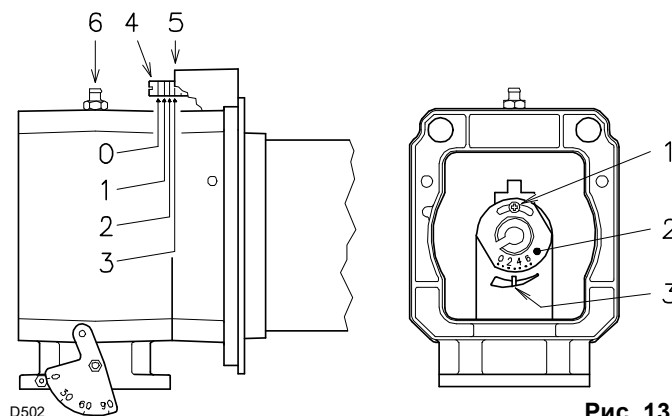
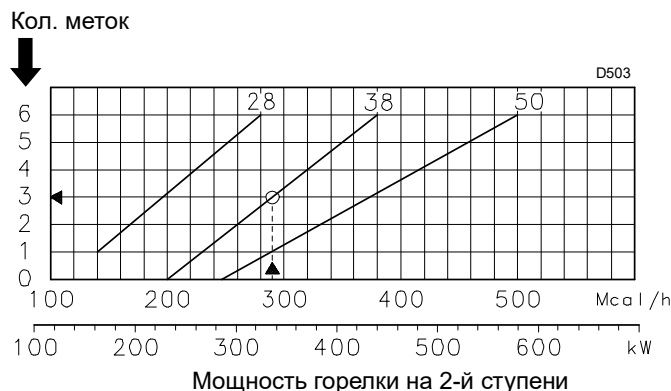

Рис. 13
Рис. 14
Найдите на диаграмме (Рис. 14) риску, на которую необходимо отрегулировать как воздух, так и газ/центральный воздух.
- Поверните винт 4)(Рис. 13) так, чтобы он совпал с меткой на передней плоскости 5) фланца.
Чтобы упростить регулировку, ослабьте винт 6)(Рис. 13), выполните регулировку, а затем заверните винт.
- Отверните винты 1)(Рис. 13) и поверните круглую гайку 2) так, чтобы открывшаяся риска совпала с указателем 3).
По графику (Рис. 14) видно, что для получения данной мощности необходимо отрегулировать газ и воздух по метке 3.
Гайка газа 2)(Рис. 13 на стр. 17) отрегулирована, как показано на графике (Рис. 14 на стр. 17).